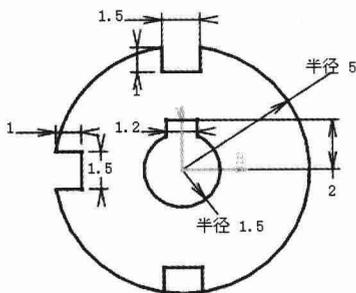

图 2.7 镜像
Step7. 创建图 2.7 所示的镜像。选择下拉菜单 **插入** → **操作** → **变换** → **镜像** 命令；选择水平 H 轴作为镜像中心线。